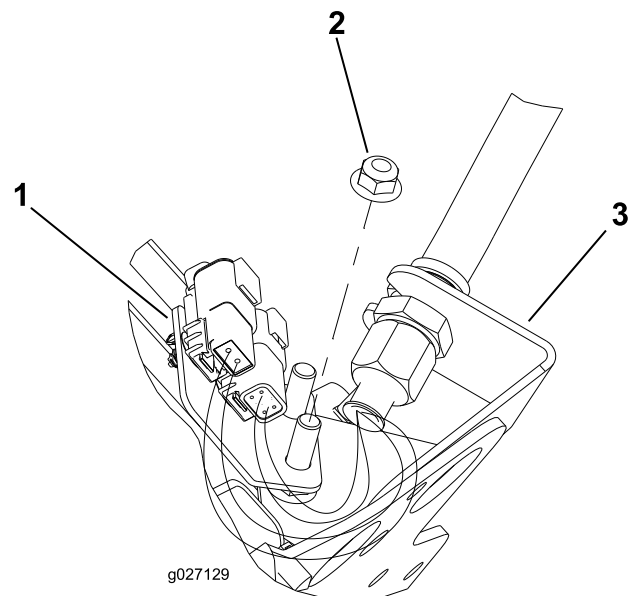
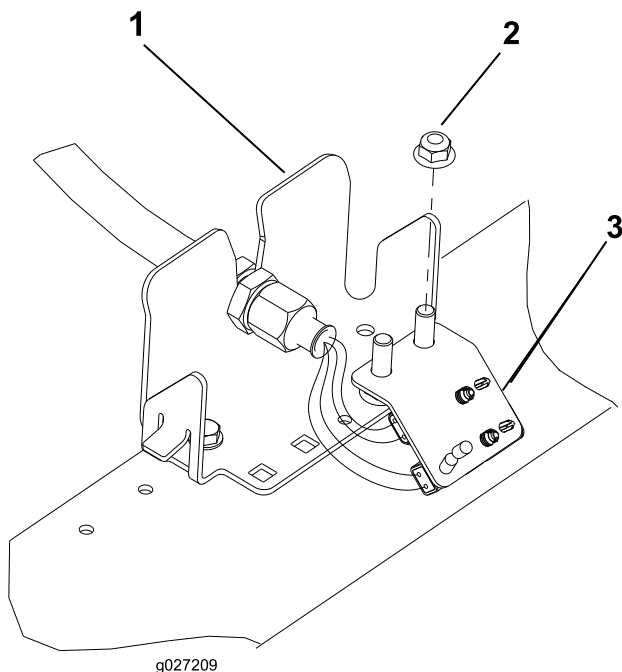

Figura 13
Figura 16
6. Repita o procedimento nos restantes (4) pontos do anteparo como se mostra na Figura 13 a Figura 16.